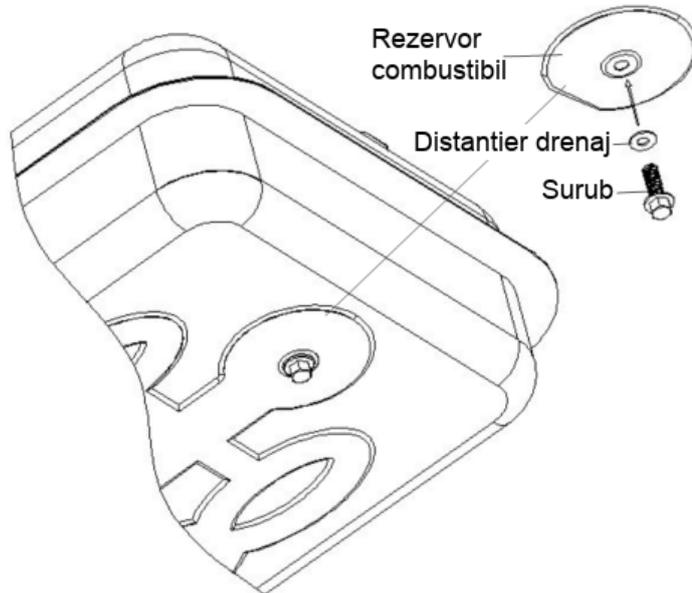

Figura 5. Indepartarea surubului pentru drenaj
1. Pentru modelele ZB-H170 drenați combustibilul prin orificiul de drenare din partea de jos a rezervorului de combustibil (Figura 5).